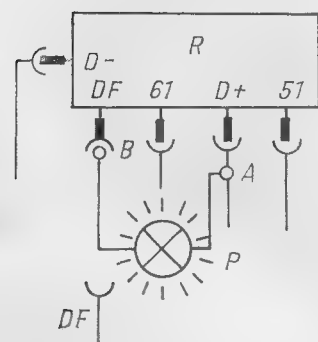

Bild 63
- B auf Klemme DF (Regler) legen (siehe Bild 63).